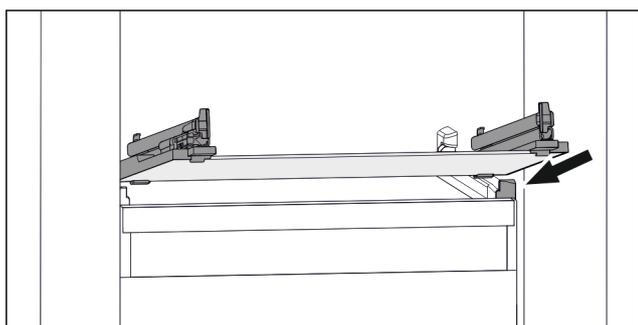

Fig. 47 Primjerni prikaz staklene ploče
- ▶ Stavite ladicu ukoso iza zaustavljača. (pogledajte Fig. 47)